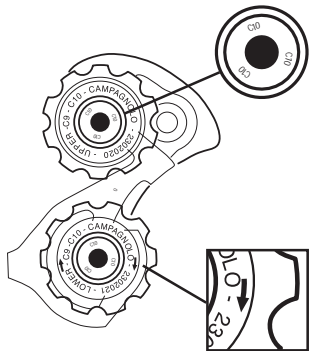

Fig. 19
**Attenzione:** le due rotelline sono diverse: nella parte superiore va montata la rotellina (M) stampigliata "UPPER" (con gioco laterale); nella parte inferiore va montata la rotellina (N) stampigliata "LOWER" che è unidirezionale e deve essere montata in modo che ruoti nel senso indicato dalle frecce (Fig.19).
**Attention:** the two rollers are different: on the upper section, fit the roller (M) marked "UPPER" (with side play); in the lower section, fit the roller (N) marked "LOWER": it is unidirectional and must be fitted so that it rotates in the direction indicated by the arrows (Fig.19).
- Wichtig:** die zwei Schaltrollen sind nicht gleich: oben wird die Schaltrolle (M) mit dem Aufdruck "UPPER" (mit seitlichem Spiel) montiert; unten wird die Schaltrolle (N) mit dem Aufdruck "LOWER" montiert. Die letztere dreht sich nur in einer Richtung und muß somit entsprechend der Pfeilrichtung montiert werden (Abb.19).
- Attention:** les deux galets sont différents: dans la partie supérieure il faut positionner le galet (M) marqué "UPPER" (avec jeu latéral); dans la partie inférieure il faut positionner le galet (N) marqué "LOWER" qui est unidirectionnel et doit être monté selon le sens indiqué par les flèches (Fig.19).
- Atención:** las dos ruedecillas son diferentes: en la parte superior se monta la ruedecilla (M) marcada "UPPER" (con juego lateral); en la parte inferior se monta la ruedecilla (N) marcada "LOWER" que es unidireccional se debe montar de modo que gire en el sentido indicado por las flechas (Fig.19).
- Aandacht:** de twee derailleurwielletjes zijn verschillend: in het bovenste deel monteert u wielletje (M) dat is gemerkt met "UPPER" (met zijdelingse speling); in het onderste deel monteert u wielletje (N) dat is gemerkt met "LOWER". De wielletjes dienen zodanig gemonteerd te worden dat ze bewegen in de richting van de pijl, aangegeven op de wielletjes (Fig.19).